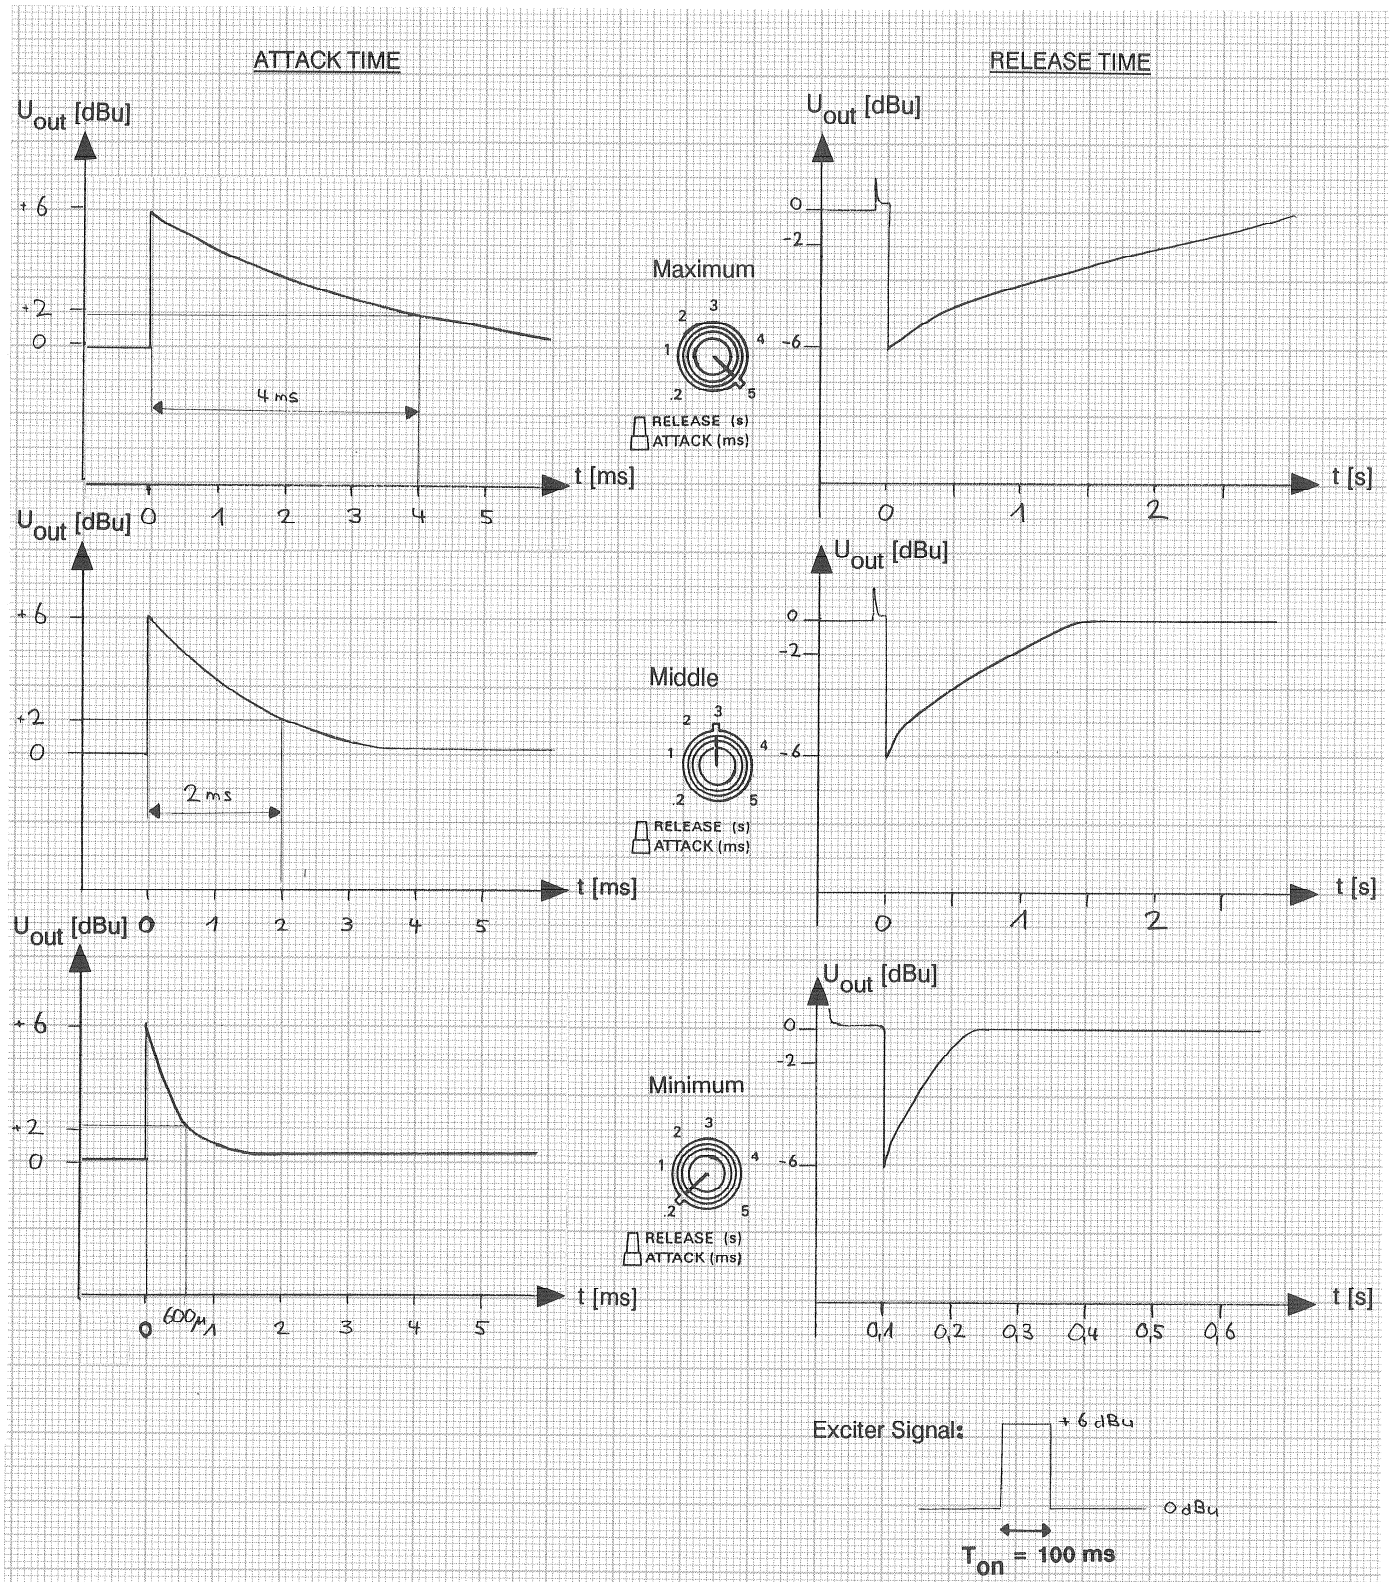

Fig. 3: Charakteristik des Kompressor / Begrenzers bei drei unterschiedlichen Werten der Ansprech- und Rücklaufzeit.
**ATTACK:** Kompressor Ansprechzeit. Einstellbereich von 0,2 bis 5 Sekunden. (vgl. Fig. 3)
**RELEASE:** Kompressor Rücklaufzeit. Die Skala bezieht sich auf eine konstante Verstärkungsreduktion von 6dB bei Limitereinstellung des Ratioreglers. Die wirkliche Rücklaufzeit ist programmabhängig und optimiert. Es können demzufolge Unterschiede zur Reglerposition auftreten. (vgl. Fig. 3)